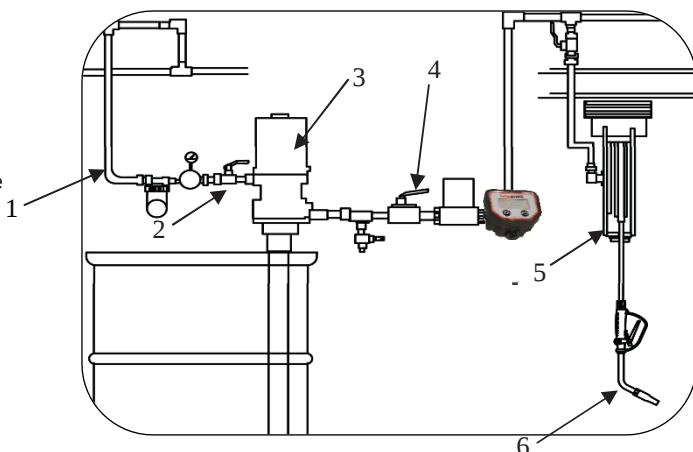

Fig. 2
2. Pompe : Utilisez un fil de terre et une pince comme sur la Fig.2. Débarrassez-vous de la vis de mise à la terre, placez l'extrémité du fil de mise à la terre dans le trou de mise à la terre. Verrouiller le boulon à la sécurité de la pompe.